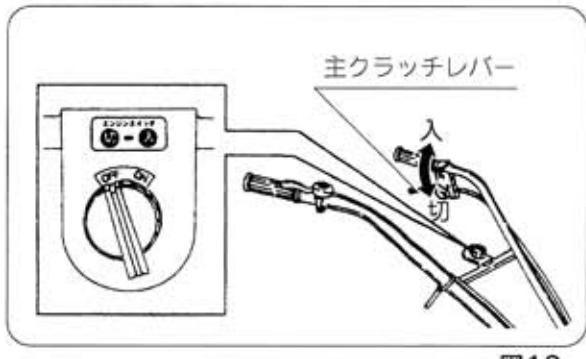

図13
- ① 主クラッチレバーを「切」位置にして、停止します。（図13）
- ② スロットルレバーを「低速」位置に戻します。
- ③ 停止スイッチを「切」位置にしてエンジンを停止します。（図13）